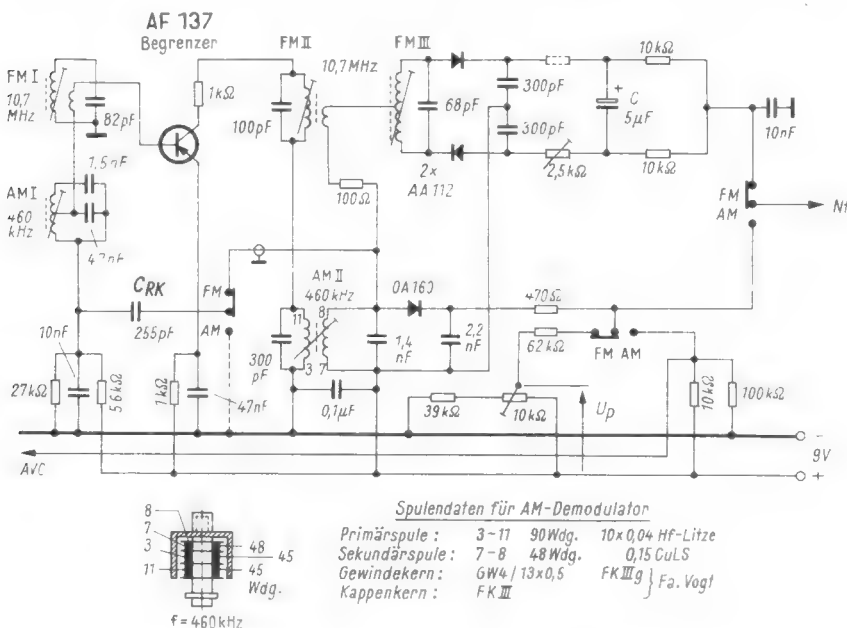
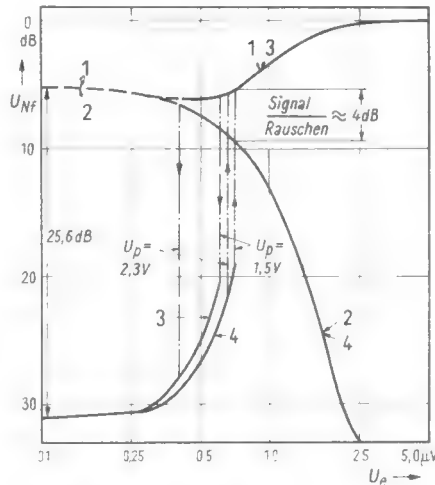
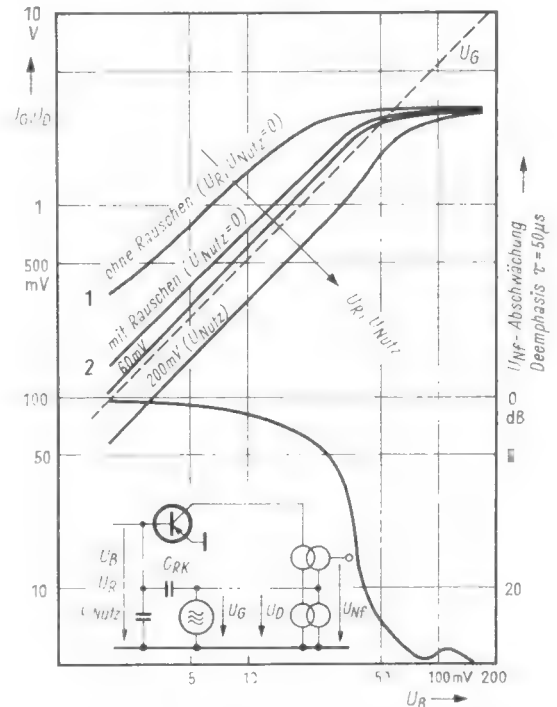

Bild 4. Demodulatorstufe eines kombinierten AM/FM-Zf-Verstärkers (mit erhöhter Rauschunterdrückung)
Bild 6. Dämpfungsverlauf der Rauschsperrung nach Bild 4 (mit Schaltschwelle). Bezeichnungen wie in Bild 5; $C_{RK} = 255$ pF, $U_p = 1,5$ (2,3) V
Bild 7. Die Werte U_p , U_G $f(U_B, U_R, U_Nutz)$ der Schaltung nach Bild 4
In Schaltung Bild 4 wird die am AM-Demodulatorkreis entstehende Spannung der Hilfsschwingung über die Tertiärspule dem Sekundärkreis des FM-Demodulators zugeführt. Hiermit wird erreicht, daß durch die Gleichrichtung der Hilfsschwingung über die Dioden des FM-Demodulators eine zusätzliche Bedämpfung des FM-Demodulatorfilters entsteht. Die dadurch erzielte zusätzliche Abnahme der Nf-Ausgangsspannung gegenüber der Schaltung nach Bild 1 beträgt etwa 10 dB. In dieser Anordnung wird gleichzeitig das kurzzeitige Aufrauschen im Einschaltmoment der Rauschsperrung – wie es bei der Schaltung nach Bild 1 beobachtet wurde – vermieden. Dies erreicht man dadurch, daß im Schaltzeitpunkt die zurück-
Die Kurvendarstellung nach Bild 6 läßt erkennen, inwieweit es mit dem 10-k Ω -Potentiometer möglich ist, eine Schaltschwelle einzustellen und ihre Breite zu variieren. Auf Grund der unterschiedlichen Bedämpfung des AM-Kreises über dessen Gleichrichterdiode entsteht eine Schaltschwelle. Im schwingenden wie auch im nichtschwingenden Zustand ist hier eine zusätzliche Bedämpfung des AM-Kreises vorhanden, so daß sich nicht nur die Einschaltspannung, sondern auch die Ausschaltspannung der Rauschsperrung zu kleineren Signal/Rausch-Verhältnissen verschiebt (vgl. Bild 5). Wie aus Bild 6 ersichtlich, liegt die Ausschaltspannung der Rauschsperrung bei einem Signal/Rausch-Verhältnis von etwa 3,5 dB bzw. 4 dB und die Einschaltspannung der Rauschsperrung bei einem Signal/Rausch-Verhältnis von etwa 0,5 dB bzw. 2,5 dB. Da die zusätzliche Dämpfung durch die Vorspannung der AM-Demodulatordiode nur bei geringen Schwingamplituden von wesentlichem Einfluß ist, bleibt die hohe Rauschunterdrückung bei fehlendem Eingangssignal erhalten.
Bild 5. Dämpfungsverlauf der Rauschsperrung nach Bild 4. Bedeutung der Kurven: Nf-Ausgangsspannung ohne (1) und mit Rauschsperrung (3) bei moduliertem Signal, Rauschspannung ohne (2) und mit Rauschsperrung (4) ohne Modulation. Modulation 1 kHz, Hub ± 15 kHz; $U_B = 9$ V, $R_D = 8,2$ k Ω , $C_{RK} = 255$ pF
Nach den vorangegangenen Kurvendiskussionen lassen die Kurvendarstellungen nach Bild 3 und Bild 7 den wesentlichen Vorteil der Schaltung nach Bild 4 erkennen. Trotz des günstigen Schaltverhaltens zu kleinem Nutzsignal, also geringem Signal/Rausch-Verhältnis, ist die Rauschunterdrückung bei fehlendem Eingangssignal sehr groß. Das ungünstigere Signal/Rausch-Verhältnis innerhalb des Wirkungsbereiches der Rauschsperrung, wie es Bild 5 deutlich zeigt, hat beim Vorhandensein einer Schaltschwelle praktisch keine Bedeutung; Bild 6 läßt dies klar erkennen. Eine Änderung der Verstärkung, der Batteriespannung, der Bedämpfung des AM-Demodulatorkreises oder des Rückkopplungsfaktors haben hier